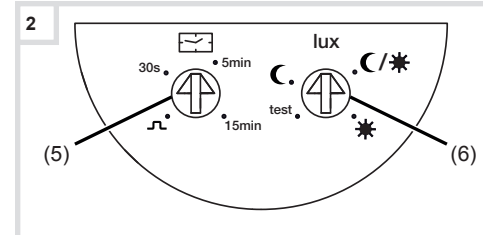

Fig. 2: elementi di regolazione
- Impostare l'esercizio di test. Impostare per questo il potenziometro per la luminosità di risposta (fig. 2, 6) sulla posizione **test**.